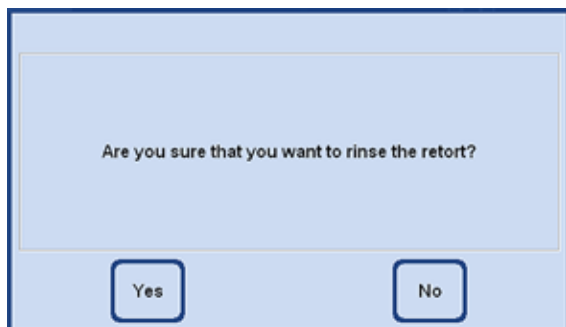

Fig. 134
În cazul în care retorta a fost contaminată cu xilen sau cu ParaLast™, retorta poate fi spălată în loc să se execute un program de curățare. Atunci când se apasă butonul **RETORT RINSE** (CLĂTIRE RETORTĂ), va apărea o solicitare care trebuie confirmată cu **YES** (DA) pentru a începe spălarea (Fig. 134).